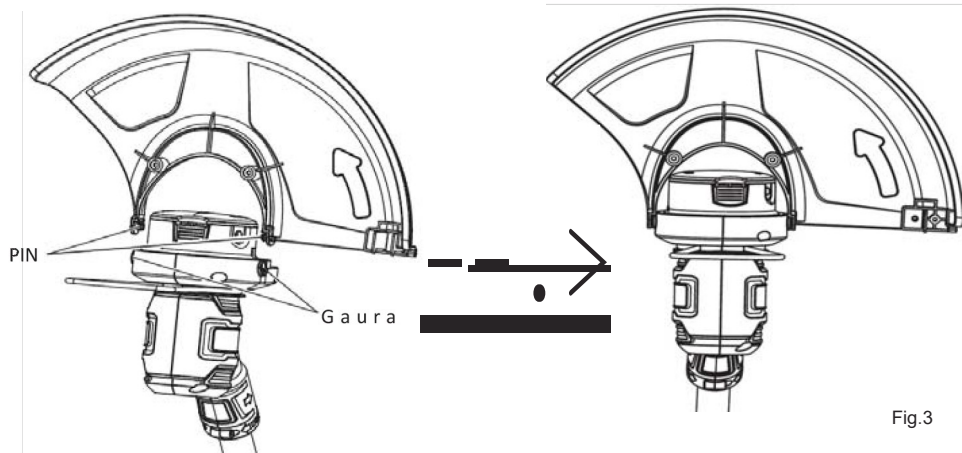

Fig.3
1. Introduceți Țiftul 1n orificiul carcasei motorului. (Vezi Fig . 3)